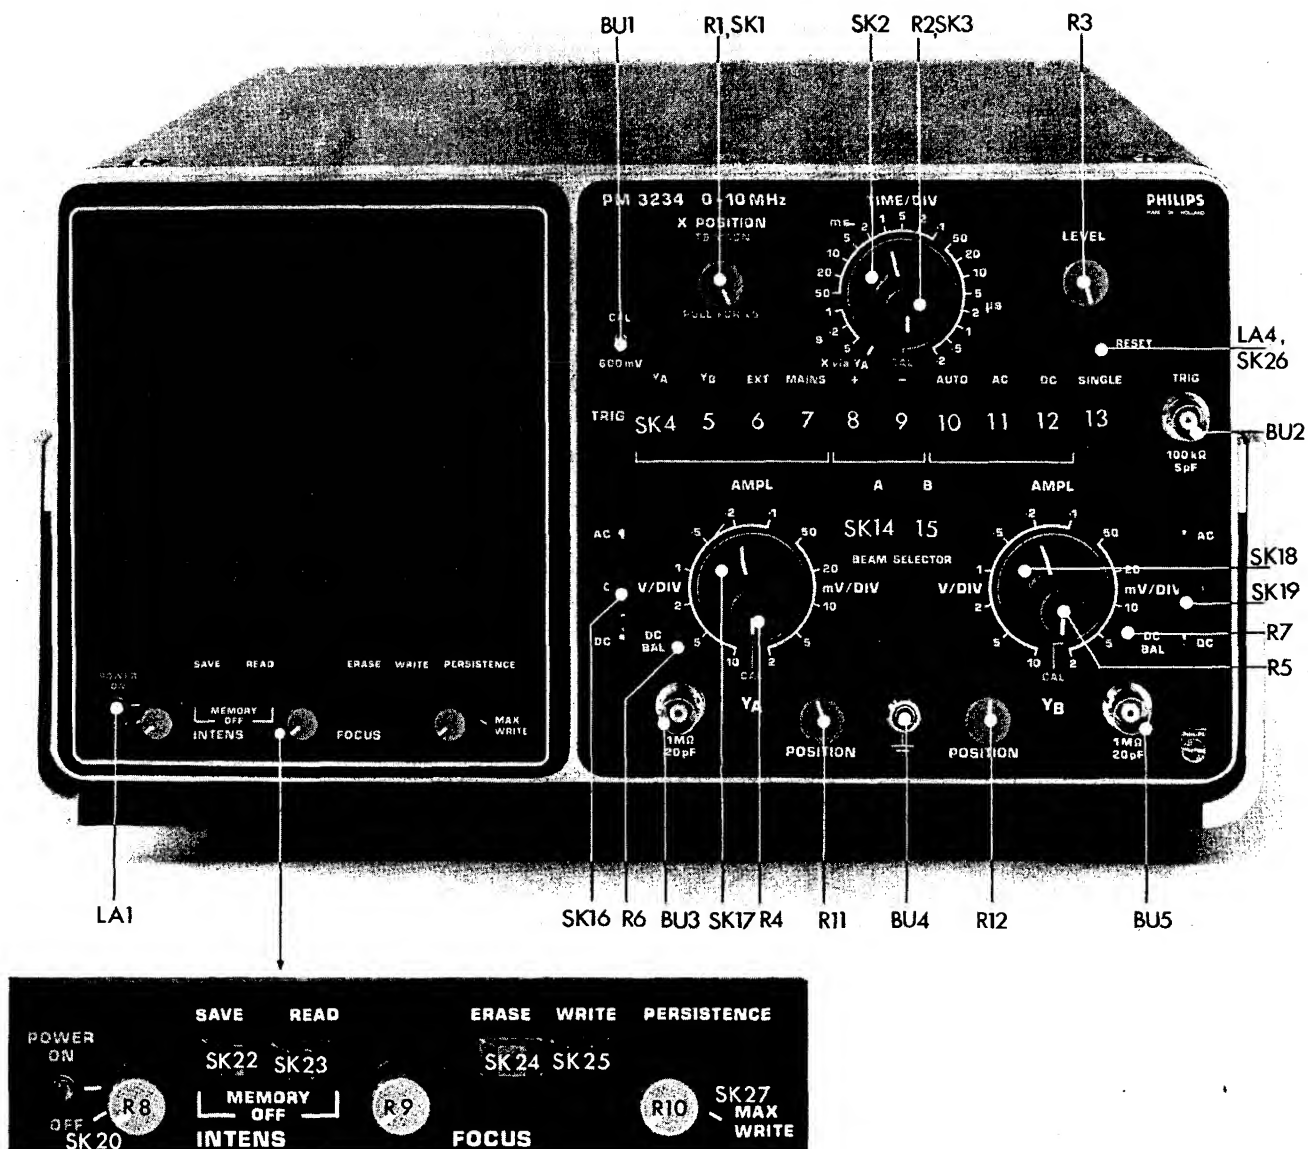

Abb. 2.3. Vorderansicht mit Bedienungsorganen und Buchsen
2.2.1. BEDIENUNGSORGANE UND BUCHSEN (Abb. 2.3.)